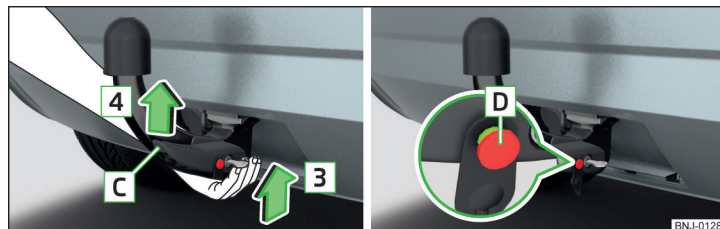

Fig. 247 Colocar barra de cabeza esférica / perno de desbloqueo en el estado desplegado
- Agarre la barra de cabeza esférica **desde abajo** » fig. 247 y encájela en la cavidad de alojamiento siguiendo el sentido de la flecha **3** hasta que se encastre de forma audible » **!**.